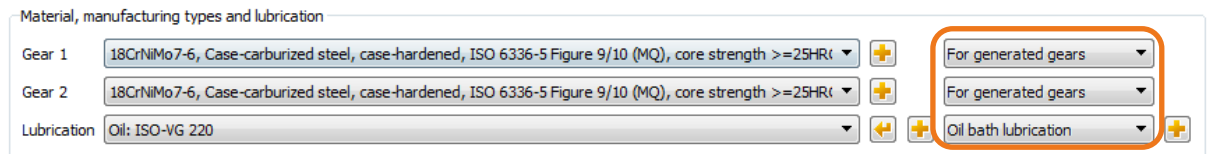

图 18. "For generated gears" 和 "Made by form cutting"加工类型
12. 在"Basic data"中，**Materials, manufacturing types and lubrication**下选择"For generated gears"或"Made by form cutting"来影响齿根的齿厚。一般来说，如果锥齿轮齿数比 $i > 2.5$ 则选择"Made by form cutting"加工过程。因为这种加工方法会更快。小齿轮还是用展成法（看图 18）；
11. 在"Basic data"中，**Materials, manufacturing types and lubrication**下选择"For generated gears"或"Made by form cutting"来影响齿根的齿厚。一般来说，如果锥齿轮齿数比 $i > 2.5$ 则选择"Made by form cutting"加工过程。因为这种加工方法会更快。小齿轮还是用展成法（看图 18）；